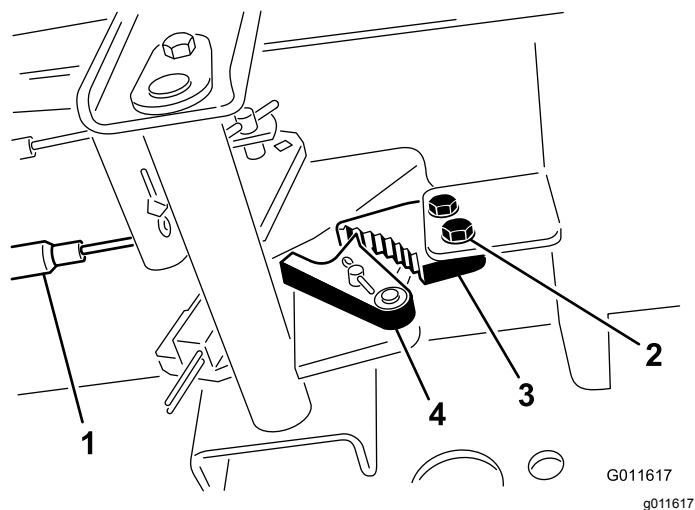

図 96
1. 駐車ブレーキのツメをフレームに固定しているねじ2本をゆるめる 図 96。
2. ブレーキのツメが戻り止めに完全に掛かるまで駐車ブレーキペダルを前に踏み込む 図 96。